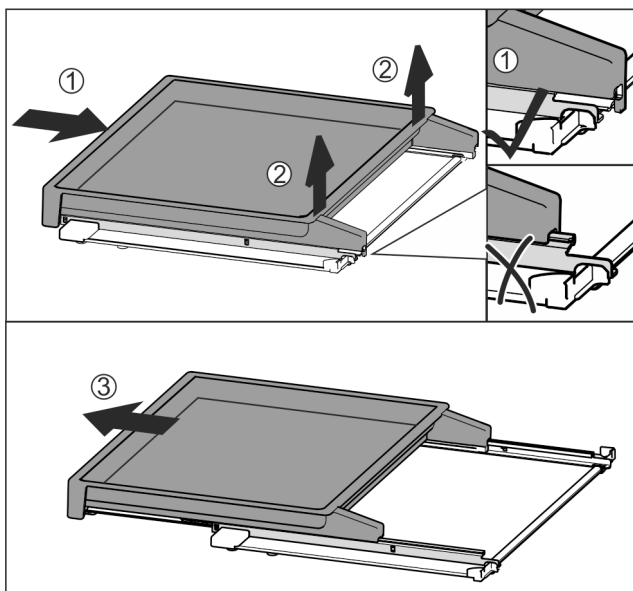

Fig. 78
- ▶ Вставить вытяжную панель полностью Fig. 78 (1).
- ▶ Отпустить фиксацию на задней стороне Fig. 78 (2).
- ▶ Извлеките вытяжную панель движением вперед Fig. 78 (3).